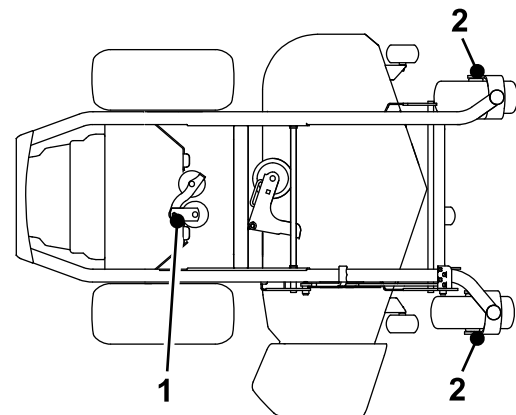

Figure 40
4. Injectez 1 à 2 jets de graisse dans le pivot de la poulie de tension de la pompe (Figure 40).
5. Graissez les axes des roues pivotantes avant (Figure 40).